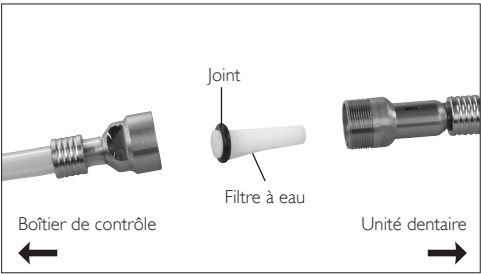

Fig.19
- 3) Une fois que le logement du filtre à eau est séparé, le filtre peut être enlevé, comme sur l'illustration. **(Fig.19)**